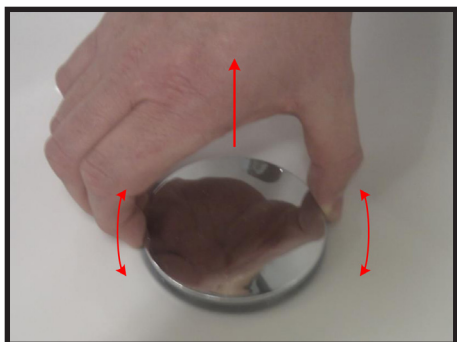

Bild 4.1 – Täcklocket tas av
1. Ta bort det kromade täcklocket i botten av massagebadkaret genom att vicka och dra det försiktigt uppåt (se **bild 4.1** nedan).